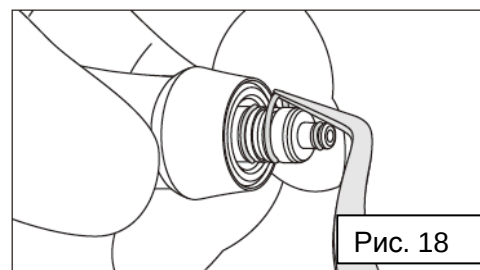

Рис. 18
carefully clean the O-rings and grooves (Fig. 18).
*Если порошок прилип к области уплотнительных колец, извлеките уплотнительные кольца и аккуратно почистите их и пазы, куда они вставляются (Рис. 18).